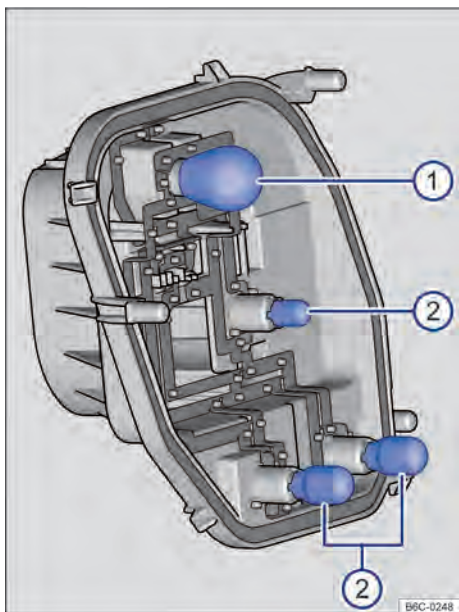

Fig. 170 Lanterna traseira: remover as lâmpadas
- 11 Para remover as lâmpadas incandescentes queimadas: → Fig. 170 ① pressionar a lâmpada contra o alojamento e girar no sentido anti-horário. ② puxar a lâmpada no sentido contrário ao alojamento.
- 13 Para inserir as novas lâmpadas no suporte das lâmpadas, introduza a nova lâmpada no respectivo alojamento: → Fig. 170 A pressionar a lâmpada e girar no sentido horário até o batente. B pressionar a lâmpada no sentido do alojamento até o batente.